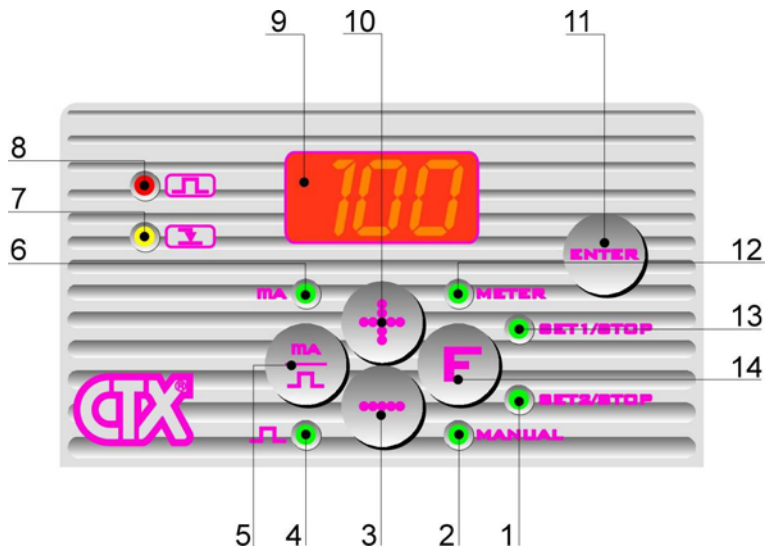

Fig. 14
7.1 - PUMP CONTROLS (Fig. 14)
7.6 - PARAMETERS SETTING MODE (Fig. 14)